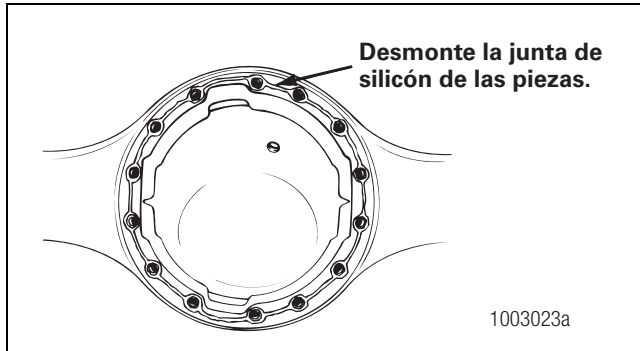

Figura 4.8
4. Limpie las piezas y aplique nuevo material de silicón para juntas donde se necesite cuando se vuelva a ensamblar el eje o el portadiferencial. Figura 4.8.